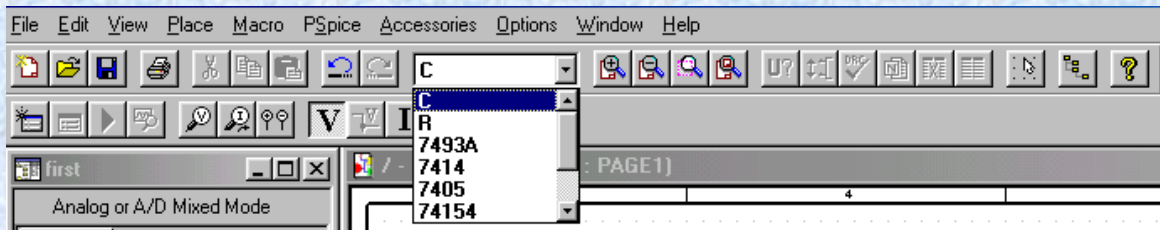

Рис.1.21. Список компонентів
**На замітку:** у редактора **Capture** системи **OrCAD** є чудова властивість: всі розміщені Вами компоненти він заносить у внутрішній кеш **Design Cache**. Очистити його можна шляхом **Design>Cleanup Cache**, але цього робити не варто. Кеш дозволяє додавати компоненти, не користуючись послугами діалогу **Place Part** (рис.1.5). Для цього на панелі інструментів редактора **Capture** використайте випадаючий список, у якому знаходяться 10 найбільш вживаних компонентів (рис.1.21.)